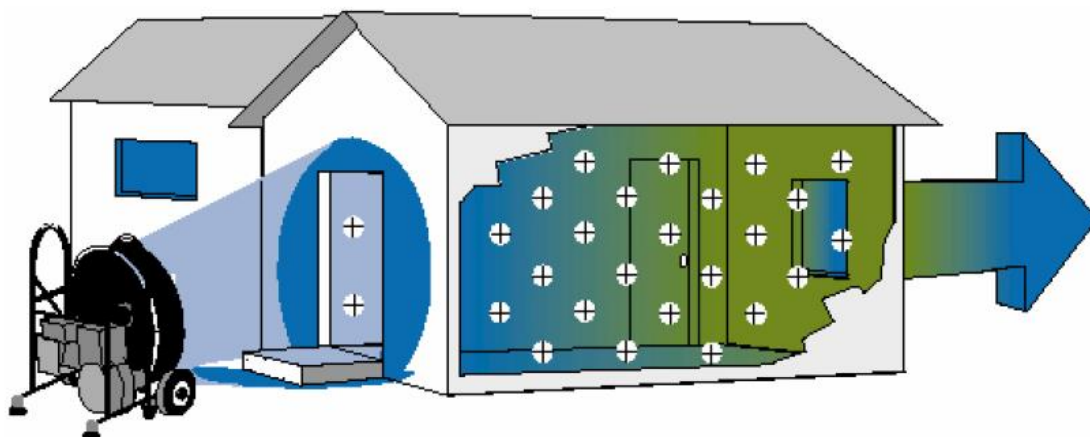

Figura 2. Ubicació del ventilador
- Si utilitzem un ventilador de con obert, com ara els nostres actuals ventiladors Tempest, el ventilador se situarà a una distància del buit a pressuritzar igual a la dimensió més gran més 0.5 metres. En una porta de 2.1 m x 0.9 m se situarà a 2.6 m. Tot i això, es recomana una comprovació manual per a assegurar que el con ocupa per complet la superfície del buit. Vegeu la figura 2. Si utilitzem ventiladors de con tancat, els nostres actuals Leader, podrem posicionar-los una mica més lluny del buit. En qualsevol cas, cal seguir les instruccions dels fabricants.